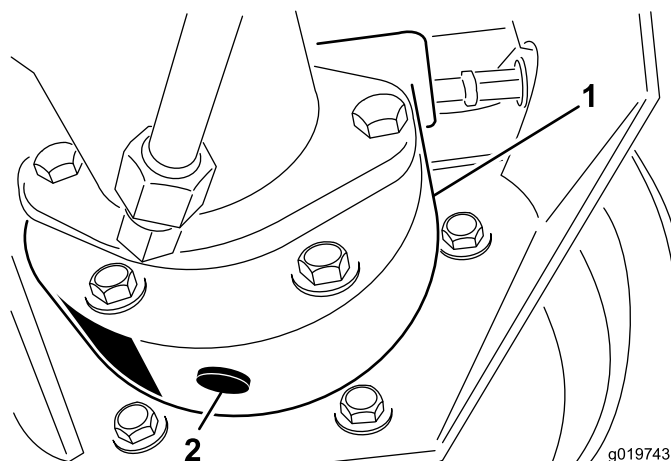

Figure 43
3. Placez un bac de vidange sous le carter de frein et enlevez le bouchon pour permettre à l'huile de s'écouler (Figure 43).